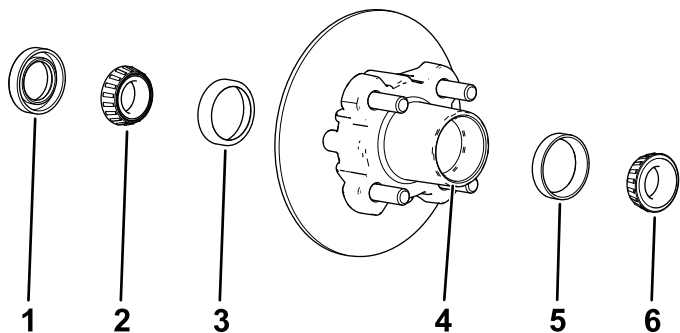

Figure 35
1. Déposez le roulement extérieur et la bague de roulement du moyeu (Figure 35).
2. Déposez le joint et le roulement intérieur du moyeu (Figure 35).
5. Éliminez la graisse, la saleté et les débris à l'intérieur de la cavité du moyeu (Figure 35).
7. Remplissez 50 à 80 % de la cavité du moyeu avec la graisse spécifiée (Figure 35).
8. Montez le roulement intérieur sur la bague, sur le côté intérieur du moyeu, puis posez le joint (Figure 35).